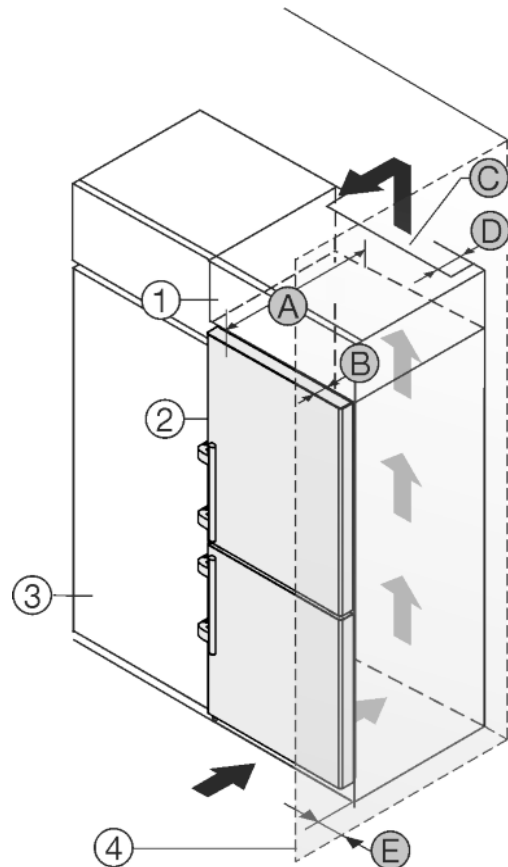

Fig. 13
Zariadenie môže byť zabudované medzi kuchynskými skriňami. Aby sa zariadenie Fig. 13 (2) prispôbilo výške kuchynskej linky, môže sa nad zariadením umiestniť nastavná skrinka Fig. 13 (1).
Zariadenie môže byť zabudované priamo vedľa kuchynskej skrine Fig. 13 (3). Pre úplné otvorenie dverí musí zariadenie vyčnievať o hĺbku Fig. 13 (B) prednej časti kuchynskej skrine. V závislosti od hĺbky kuchynských skrií a použitia dištančných držiakov na stenu môže zariadenie prečnievať ešte viac.
- Na zadnej strane nastavnej skrine musí byť vetracia šachta s hĺbkou Fig. 13 (D) cez celú šírku nastavnej skrine.
- Pod stropom miestnosti sa musí dodržať prierez vetracieho otvoru Fig. 13 (C).
Ak je zariadenie umiestnené so závesmi vedľa steny Fig. 13 (4), musí sa medzi zariadením a stenou dodržať vzdialenosť Fig. 13 (E). To zodpovedá presahu držadla pri otvorených dverách.